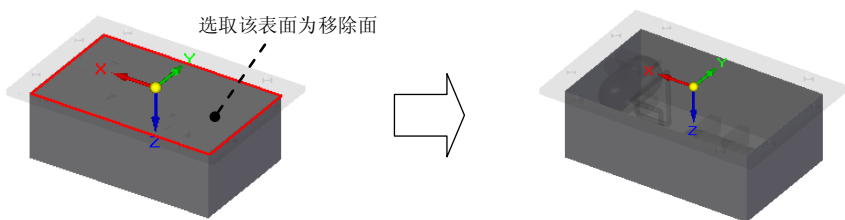

图 8.12.6 薄壁特征 1
(4) 单击  按钮, 完成特征的创建。
Step6. 创建图 8.12.6 所示薄壁特征 1 (被复制的面已被隐藏)。
(1) 选择命令。在“主页”功能选项卡“实体”工具栏下拉列表中单击  薄壁按钮。
(2) 定义薄壁厚度。在命令条中  同一厚度: 文本框中输入值 2.0, 并按 Enter 键。
(3) 定义移除面。在系统提示下,选取图 8.12.6 所示的模型的表面为要移除的面,然后右击。